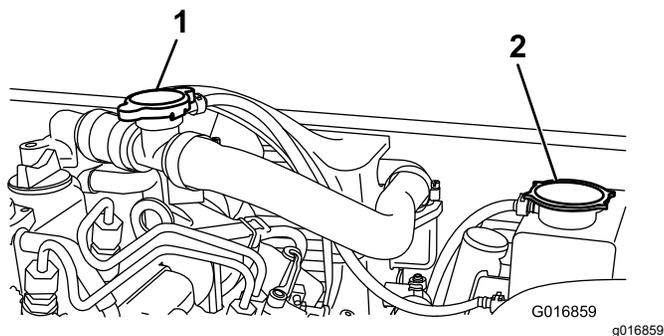

Bild 51
2. Nehmen Sie den Deckel des Kühlerausdehnungsgefäßes ab (Bild 51).
2. Nehmen Sie den Fülldeckel (Bild 51) ab und füllen Kühlmittel ein.
- Setzen Sie den Fülldeckel auf und nehmen Sie den Deckel des Kühlerausdehnungsgefäßes ab (Bild 51).